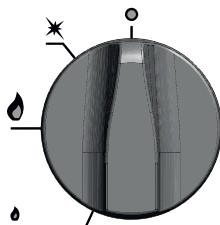

Figure 6. Réglage de la manette où a lieu une coupe totale de l'arrivée du gaz du brûleur.
- Vérifiez que toutes les manettes des brûleurs non utilisés sont en position « brûleur éteint » (Fig. 6). Les manettes commandant les brûleurs de la cuisinière se trouvent à droite du panneau de commande (fig. 1 pos. 6).
- Une fois le travail avec le brûleur terminé, fermez l'arrivée du gaz en tournant la manette en position « éteint » (mouvement horaire) (Fig. 6). **Attention ! Lorsque vous utilisez le gaz propane-butane, fermez la valve de la bouteille à l'aide de la manette avant d'éteindre le brûleur**